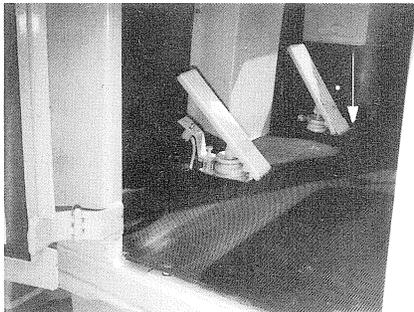

Bild 26
- (6) "Motor stop"
- kleines Hebelblech am Fahrpedal (Bild 26/Pfeil) so lange niedertreten, bis Dieselmotor zum Stillstand kommt.